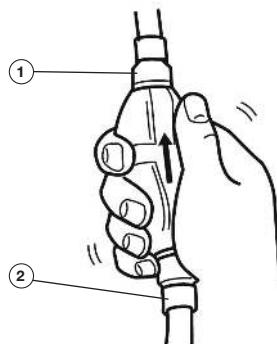

Рис. 33 Топливный насос
- Нажимайте на топливный насос до тех пор, пока не почувствуете, что он заполнился (Рис. 33).